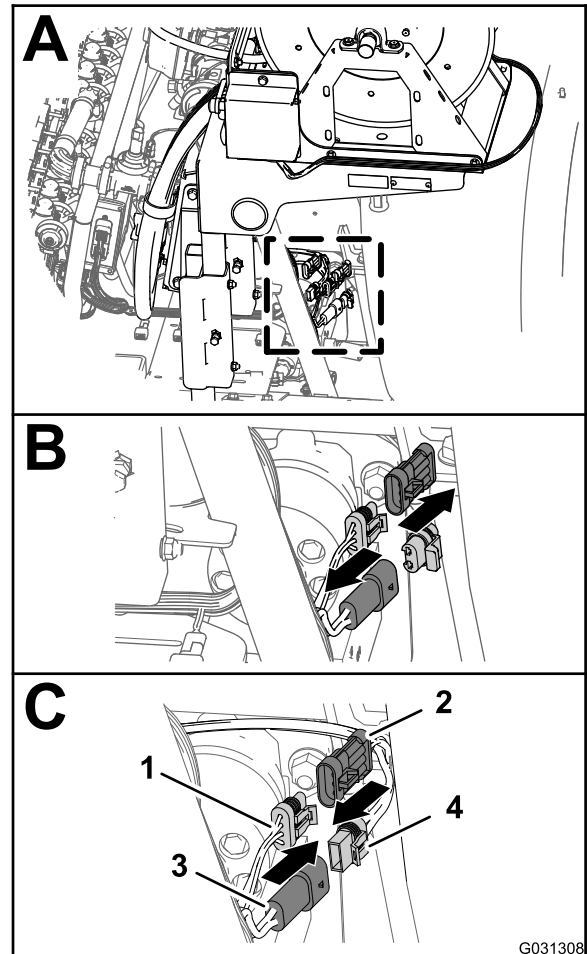

Bild 189
- Suchen Sie am Heck der Maschine den Kabelbaum für die schwenkbare Schlauchtrommel an der Rückseite des Sprühbehälters (Bild 189).
- Nehmen Sie die Kappe vom 2-Stift-Stecker des hinteren Hauptkabelbaums für den Strom der Schlauchtrommel ab (Bild 189).
- Schließen Sie den 2-Buchsen-Stecker des Kabelbaums für die elektrische Schlauchtrommel am 2-Stift-Stecker des hinteren Hauptkabelbaums an (Bild 189).
- Nehmen Sie die Kappe vom 3-Buchsen-Stecker des hinteren Hauptkabelbaums für die Sprühkabelbaumverbindung ab (Bild 189).
5. Schließen Sie den 3-Stift-Stecker des Kabelbaums für die elektrische Schlauchtrommel am 3-Stift-Stecker des hinteren Hauptkabelbaums an (Bild 189).